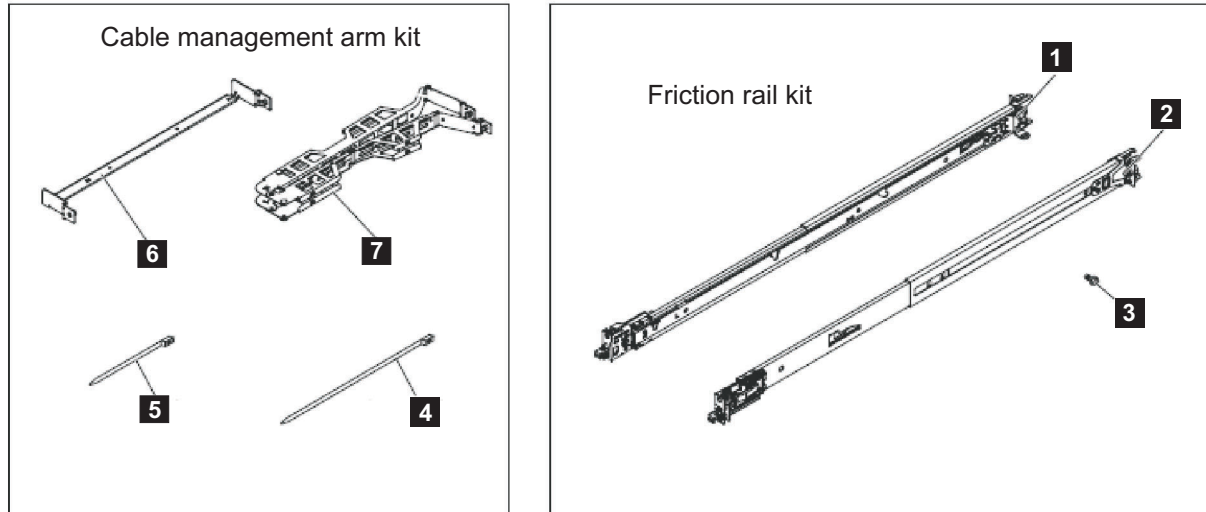

Figura 20. Suporte para Organização de Cabos, Trilhos de Suporte e Partes Associadas do SAN Volume Controller 2145-CG8
A Figura 20 na página 28 mostra os itens necessários para instalar o nó SAN Volume Controller 2145-CG8 em um rack.
1. Verifique se você possui todos os itens necessários para instalação dos trilhos de suporte e se identificou a frente e cada trilho, conforme mostrado na Figura 20 na página 28.